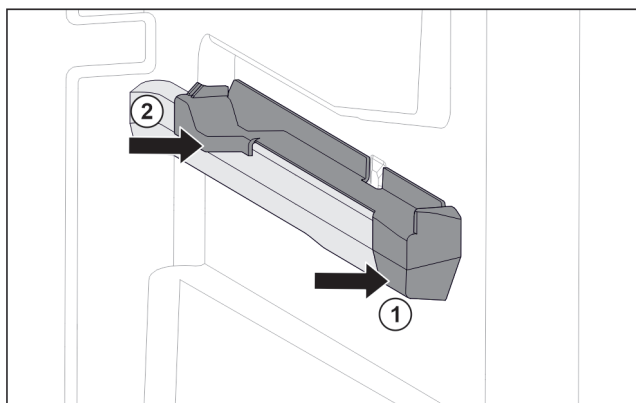

Fig. 119 Вставна частина на правому ребрі для резервуару
- ▶ Одягти вставну частину вперед на ребро резервуару. Fig. 119 (1)
- ▶ Притиснути вставну частину позаду. Fig. 119 (2)